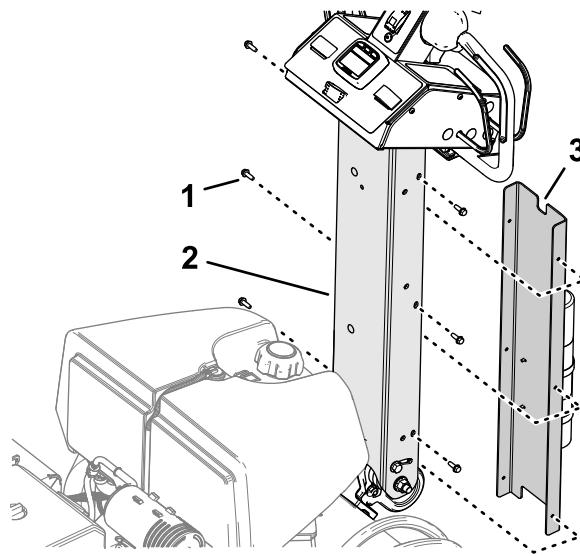

Рисунок 12
1. Расположите крышку рукоятки управления так, чтобы небольшой вырез на крышке был направлен вверх (Рисунок 12).